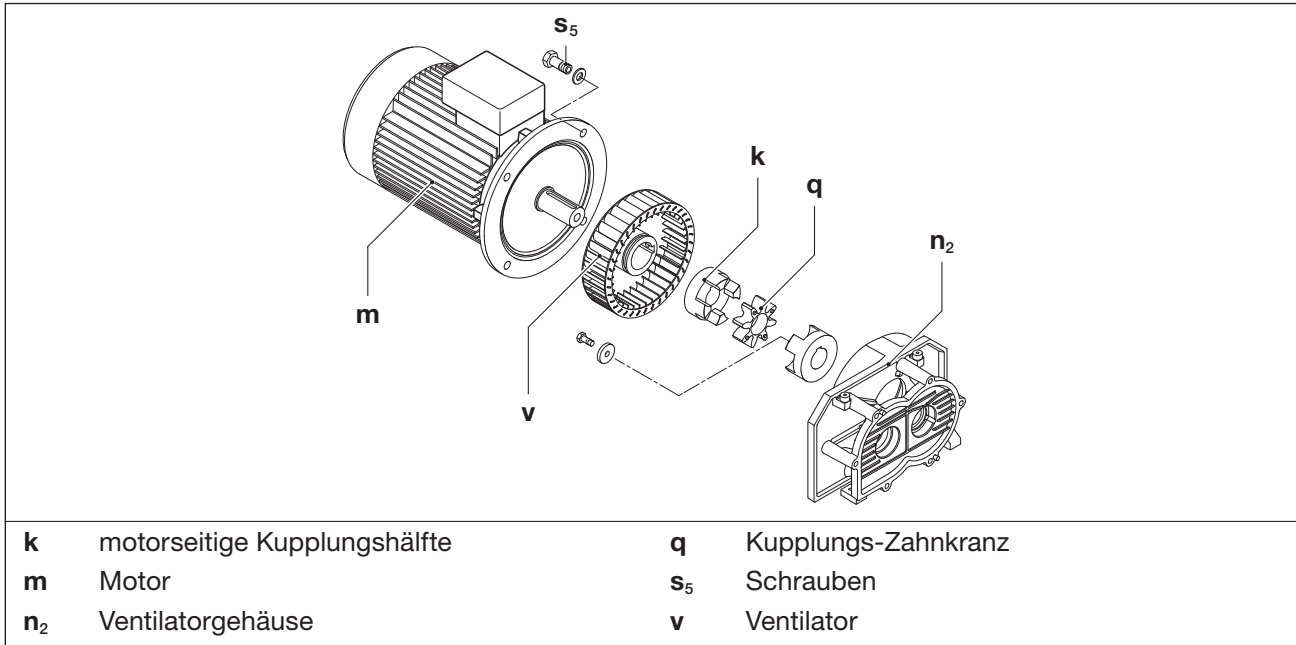

Abb. 11 Kupplung
Der Kupplungs-Zahnkranz (Abb. 11/q) unterliegt einem Verschleiß und muss regelmäßig (mindestens 1 x pro Jahr) überprüft werden. Der Ventilator (Abb. 11/v) sollte ebenfalls von Zeit zu Zeit auf Beschädigungen überprüft werden.
- b) Mittels Hebezeug den Motor (Abb. 11/m) an der Transportflasche aufhängen.
- c) Schrauben (Abb. 11/s₅) am Motorflansch lösen und Motor mit motorseitiger Kupplungshälfte (Abb. 11/k) vom Ventilatorgehäuse (Abb. 11/n₂) axial abziehen.
- d) Zahnkranz (Abb. 11/q) überprüfen. Ist der Zahnkranz beschädigt oder verschlissen, diesen austauschen.
- e) Der Ventilator (Abb. 11/v) überprüfen und gegebenenfalls austauschen.
- f) Zahnkranz und Motor mit motorseitiger Kupplungshälfte wieder axial aufschieben und mit den Schrauben (Abb. 11/s₅) am Motorflansch befestigen.